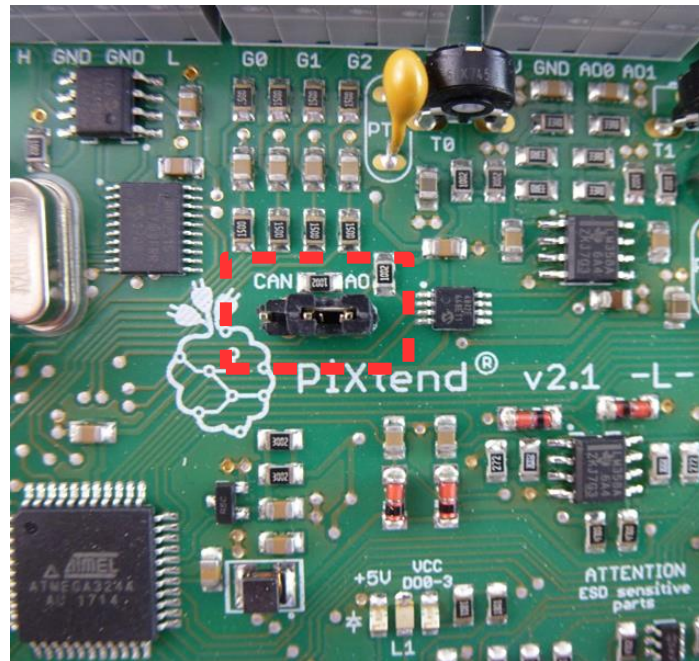

Abbildung 86: Jumper für die Umschaltung zwischen AO und CAN
Der CAN-Controller ist über SPI mit dem Raspberry Pi verbunden. Da sich die analogen Ausgänge (AO) und der CAN-Controller einen SPI-Chip-Select (CS1) teilen, muss zuerst auf den CAN-Controller umgeschaltet werden. Dazu wird der Jumper (Abb. 86) auf die Stellung „CAN“ gesetzt.